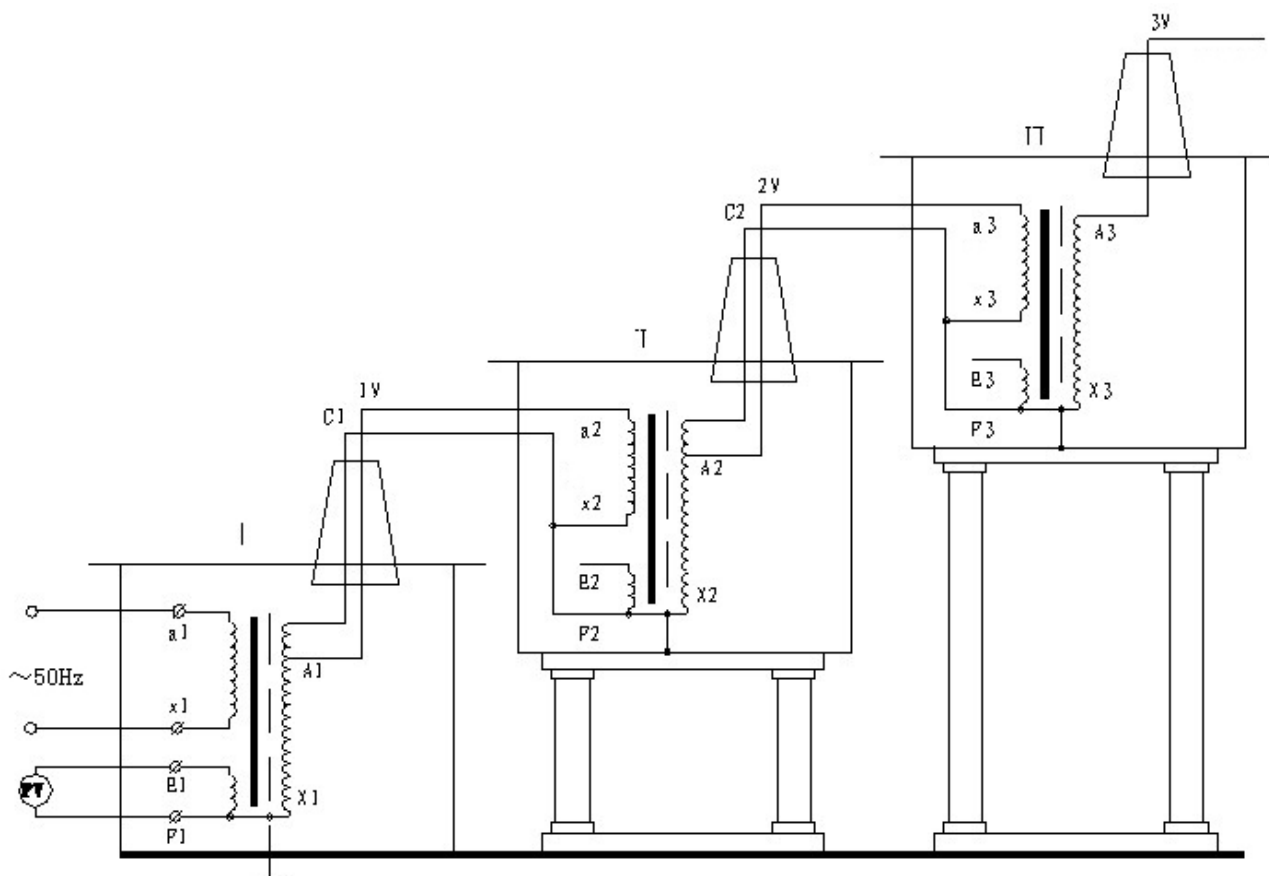

图 5：三台试验变压器串级接线原理图
2、三台试验变压器串级获得更高电压的接线原理见图 5。串级高压试验变压器有很大的优越性，因为整个试验装置由几台单台试验变压器组成，单台试验变压器容量小、电压低、重量轻，便于运输和安装。它既然可串接成高出几倍的单台试验变压器输出电压组合使用，
又可分开成几套单台试验变压器单独使用。整套装置投资小，经济实惠。图 5 中，在第一级和第二级的每个单元试验变压器中都有一个励磁绕组 A1、C1 和 A2、C2。在串级试验变压器基本原理图中，低压电源加在试验变压器 I 的初级绕组 a1x1 上，单台试验变压 I、II、III 的输出电压都是 V。励磁绕组 A1、C1 给第二级试验变压器 II 的初级绕组供电；第二级试验变压器 II 的励磁绕组 A2、C2 给第三级试验变压器 III 的初级绕组供电。第二级试验变压器 II 和第三级试验变压器 III 的箱体分别处在对地为 1V 和 2V 的高电位上，所以箱体对地是绝缘的，试验变压器 I 的箱体是接地的。这样第一级、第二级、第三试验变压器对地的额定输出电压分别为 1V、2V、3V；其额定容量分别为 3P、2P、1P。